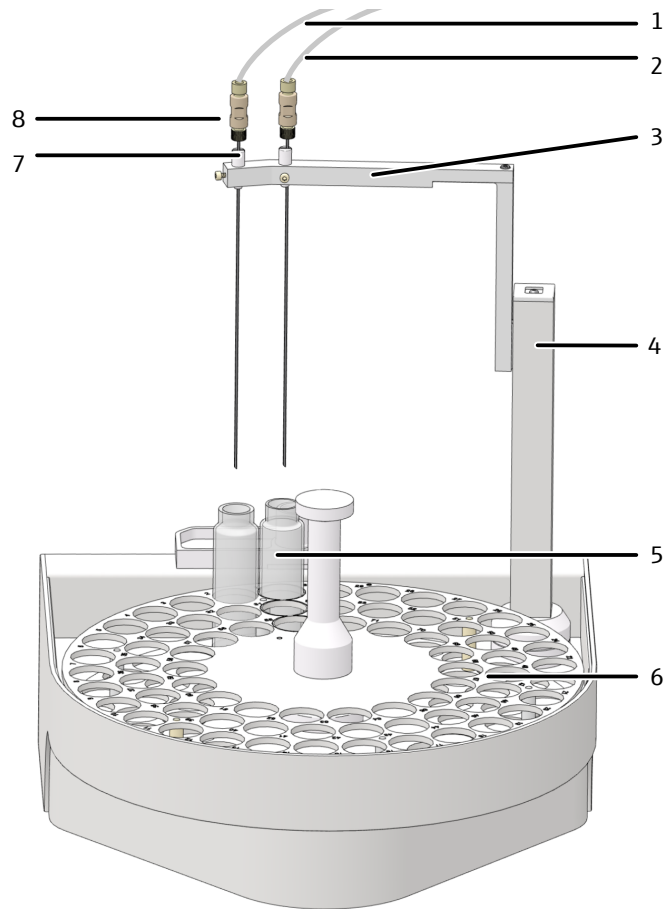

Fig. 25 Estructura del automuestreador AS vario
- ▶ Para mediciones de NPOC con purga realizada en paralelo: Introducción de una cánula con casquillo en cada una de las dos posiciones del soporte de cánulas (Fig. 25  49).